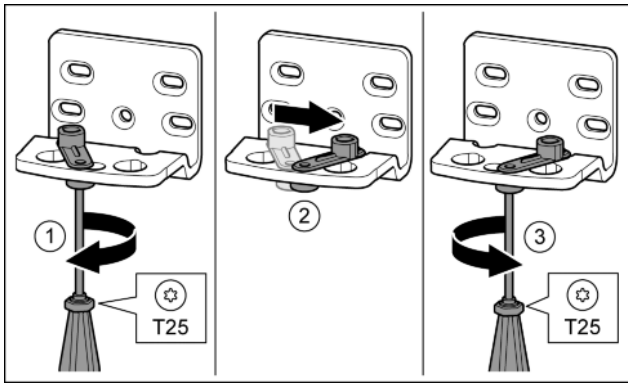

Fig. 16\*
- ▶ Schraube mit Schraubendreher T25 lose schrauben.\* Fig. 16 (1)
- ▶ Türschließhilfe anheben und um 90° nach rechts in Bohrung drehen.\* Fig. 16 (2)
- ▶ Schraube mit Schraubendreher T25 festschrauben.\* Fig. 16 (3)